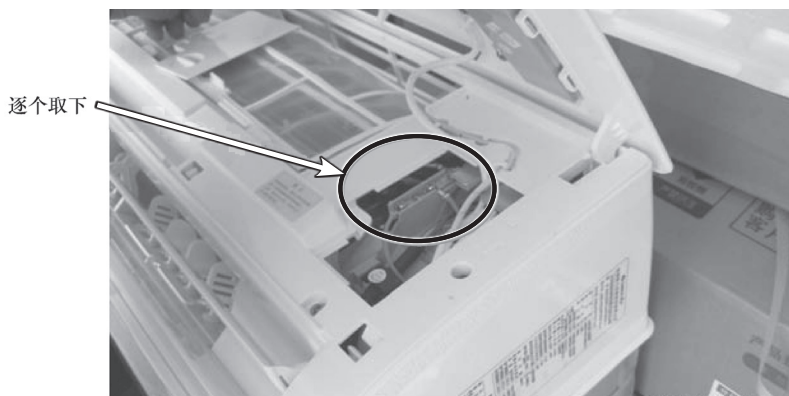

图 6-27 将室内机接线逐个取下
① 断开空调器电源，在室内机取下向室外机供电的连机线，如图 6-27 所示，室外机接线端子不动。